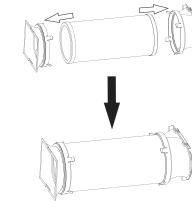

Рис. 4
- Распрямите гибкий воздуховод, установите впускное и выбросные сопла (рис. 4).